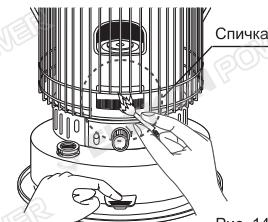

Рис. 14
- Приподнимите камеру горения, используя ручку поджига (Рис. 14).